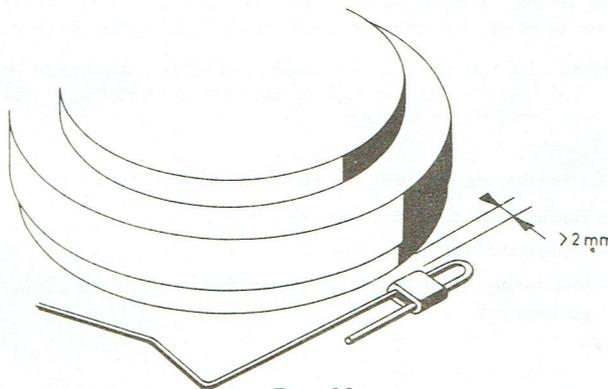

Fig. 11
**Frein droit, voir la figure 11.**